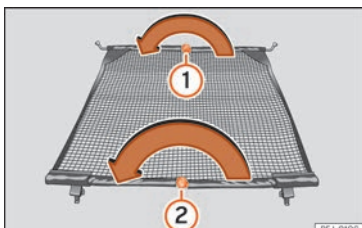

Abb. 136 Netztrennwand einklappen.
- Entriegelungsknopf »» Abb. 136 ① drücken und Querstange bei gedrücktem Entriegelungsknopf in Pfeilrichtung einklappen.
- Entriegelungsknopf »» Abb. 136 ② drücken und Querstange bei gedrücktem Entriegelungsknopf in Pfeilrichtung einklappen.